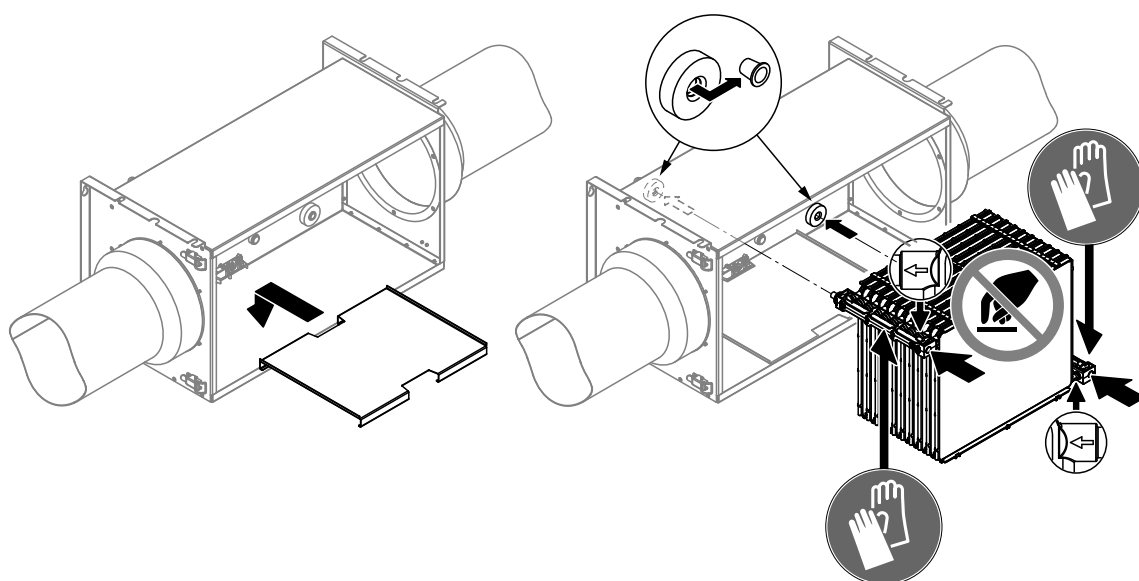

Fig. 24: Installer la tôle de fond et l'insert de l'humidificateur
11. Insérez la tôle de fond dans le caisson de l'humidificateur (voir Fig. 24).